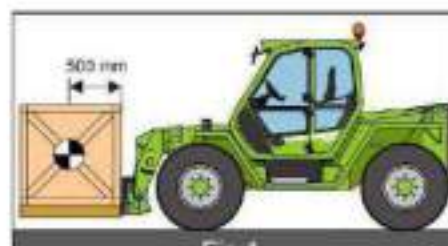
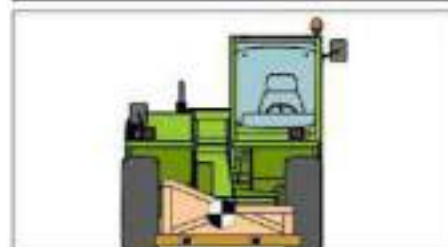

Fig. 1
Fig. 2
- (Fig. 1) Eleve el brazo telescópico, mientras gira el tablero al mismo tiempo hacia arriba, hasta que las horquillas estén correctamente acopladas. Durante esta operación, el carro levanta automáticamente el pesador de seguridad "B" de las horquillas (Fig. 2 y 3).
- Levante el pasador "B" desde su posición de seguridad (Fig. 1) a una posición liberada (Fig. 2) y compruebe que se mantiene en posición elevada.
Antes de levantar una carga, es necesario determinar su peso y centro de gravedad. Tenga en cuenta que el centro de gravedad de una carga sobre las horquillas se calcula a 500 mm (600 mm para los modelos P60.10 - P60.10EE - P72.10 P72.10EE) desde el talón de las horquillas (Fig. 1)
Si se maniobran cargas irregulares, el centro de gravedad debe calcularse transversalmente antes de cada maniobra (Fig. 2).